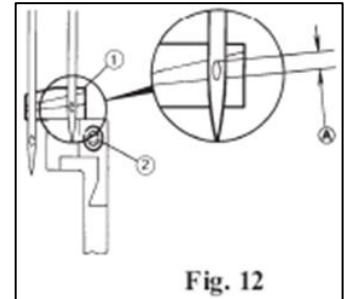

Fig. 12
A. Ajuste para que la línea (A) del Salva agujas (posterior) (artículo 1) esté al nivel de la parte de abajo del ojo de la aguja de la derecha, como se muestra en Fig. 12, cuando la barra de la aguja está en la posición más baja.
Para ajustar, afloje el tornillo (artículo 2) y mueva el salva agujas (posterior) (artículo 1) hacia arriba o abajo (vea Fig. 12).